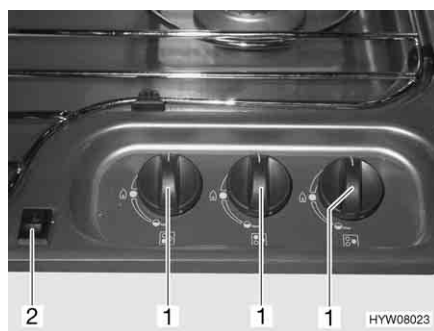

Fig. 81 Elementi di comando del fornello a gas
- Ruotare il pomello girevole (Fig. 81,1) dell'impianto a fiamma libera desiderato in posizione accesa (fiamma alta).
- Premere l'interruttore a bilico (Fig. 81,2). Sul bruciatore vengono prodotte scintille.